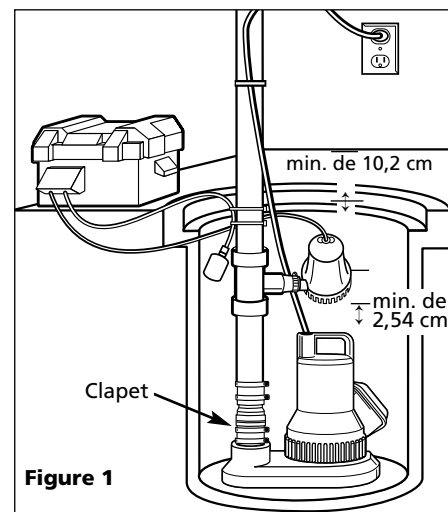

Figure 1
Un clapet doit être utilisé sur le décharge de la pompe de puisard principale (voir Figure 1).
2. Installer la pompe en utilisant de la tuyauterie rigide CPV 1¼ po ou 1½ po Un clapet (pas compris) doit être installé entre le T du modèle ESP et la pompe principale (voir Figure 1).
3. Mesurer et couper le tuyau de décharge afin que la pompe de sauvegarde soit un minimum de 1 pouce au dessus de la pompe principale. Ceci permettra la pompe principale de fonctionner normalement (voir Figure 1).